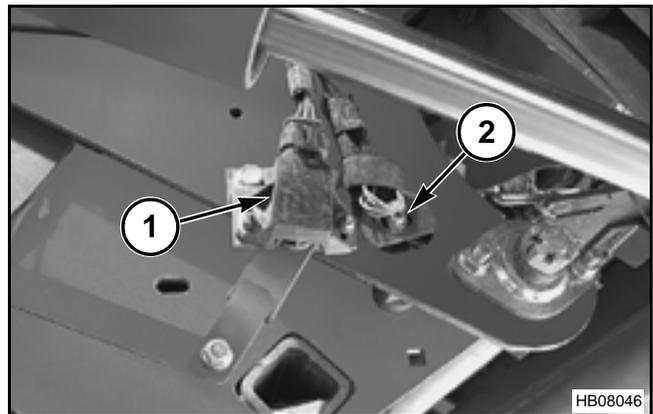

FIG. 29
FIG. 29: Un sensor de posición (1) está montado en el lado inferior derecho del cortador. El sensor de posición indica al operador la posición del sistema de corte y de la cuchilla. Este sensor también lleva un control en los registros de trabajo de cuántos fardos se cortaron y cuántos fardos no se cortaron.